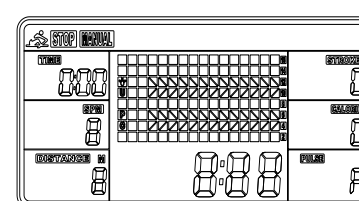

Abb. 4
(1) **MANUAL (Abb. 4):** Im MANUAL-Modus gibt es zwei Möglichkeiten.